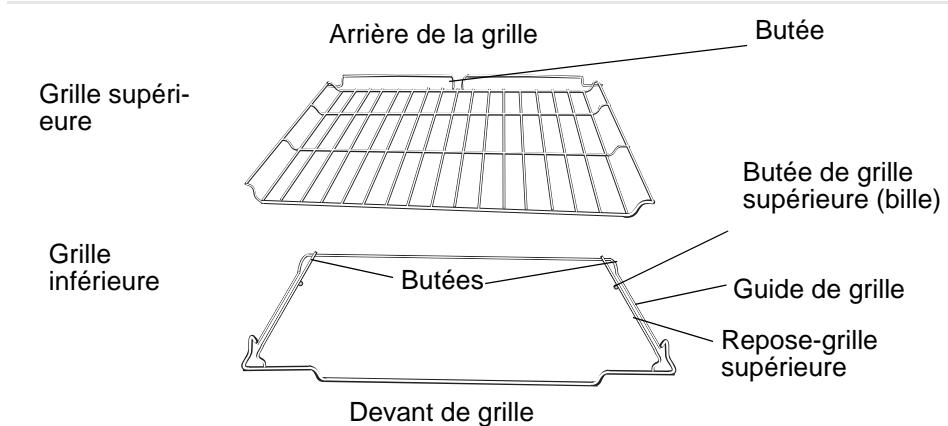

Figure 3: Grille pleine rallonge
- Pousser complètement la grille supérieure (figure 3).